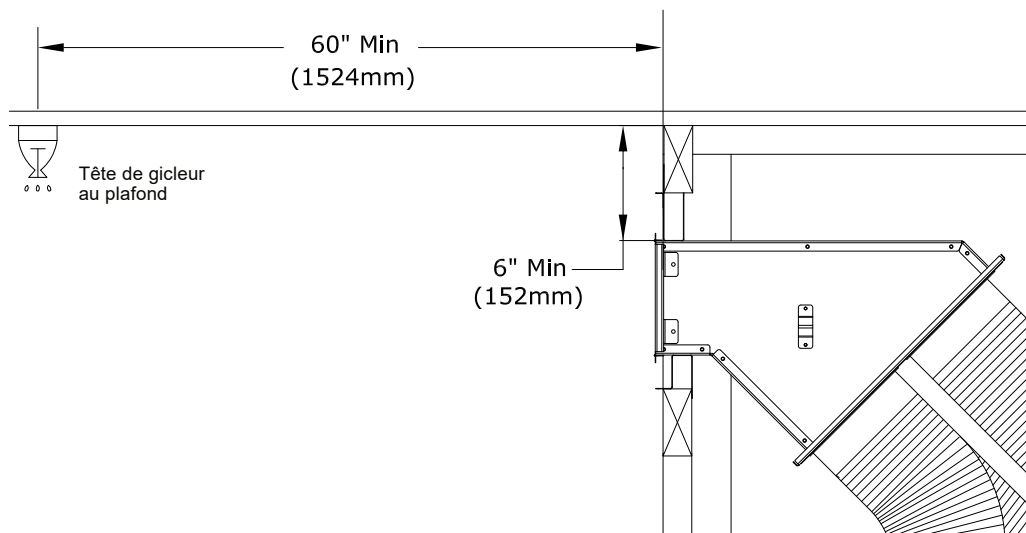

Figure 4.17 - Dégagements au gicleur
- La Figure 4.17 montre une vue de côté d'un kit KZK, mais votre installation peut être légèrement différente.